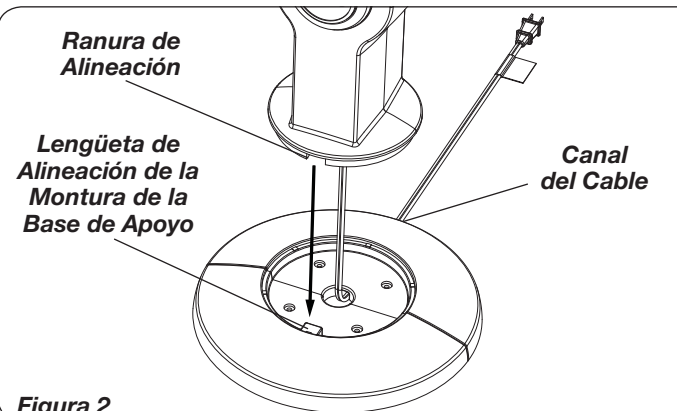

Figura 2
3. Alinee las **Lengüetas de Alineación de la Montura de la Base de Apoyo** con las ranuras de alineación en la parte inferior del ventilador, teniendo cuidado de que el canal del cable en la parte inferior de la base de apoyo debe estar apuntando hacia la parte posterior del ventilador. (Figura 2)